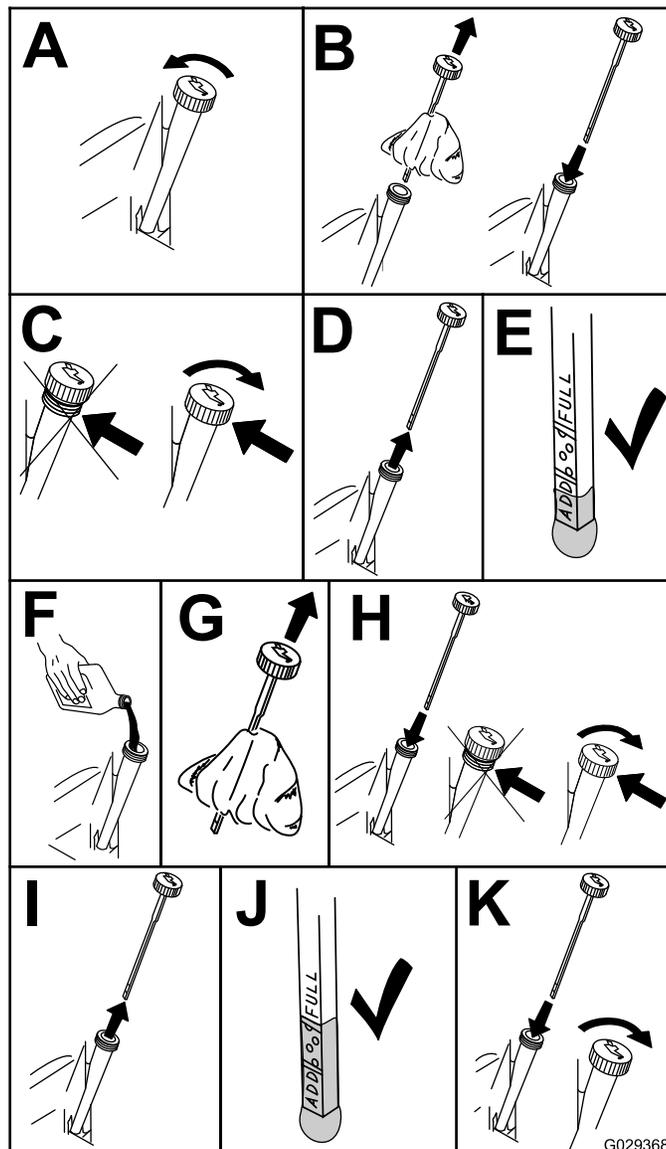

Figura 34
4. Controllate il livello dell'olio motore (Figura 34).